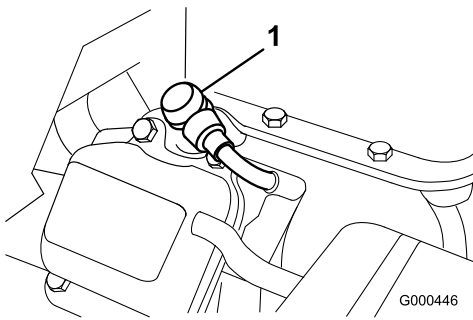

Bild 24
1. Ziehen Sie den eingegossenen Zündkerzenstecker ab (Bild 24).